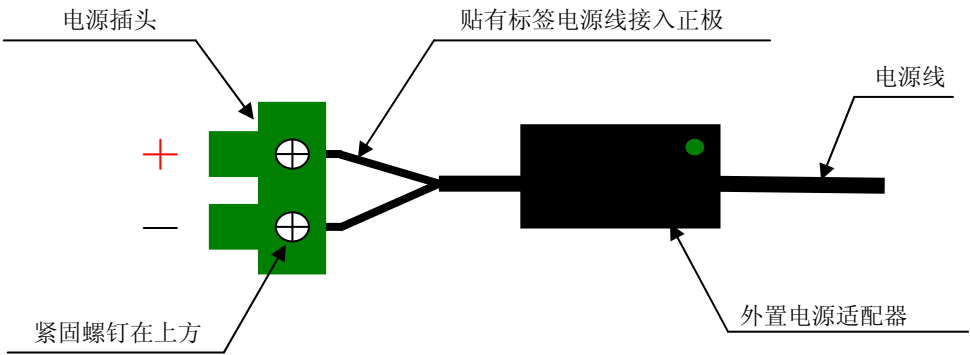

图 6-3: 外置电源适配器组件
- b) 用户要求可直接 220V 交流电源时，使用附件中的外置电源适配器组件（见图 6-3），即可直连 220V 交流电源。